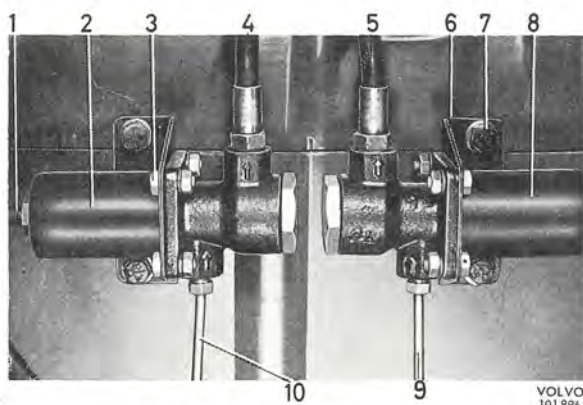
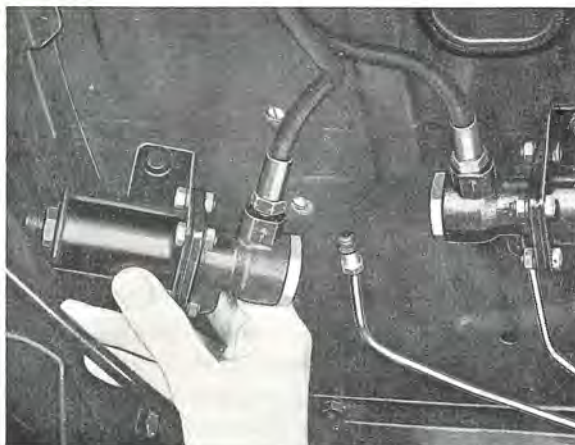

Bild 62. Browsersventiler monterade
Bild 63. Demontering av browsersventil
Skruva loss och täta bromsrörets anslutning (10, bild 62). Lossa bromsslangen (4) högst $\frac{1}{4}$ varv vid ventilen. Demontera fästskruvorna och skruva loss ventilen från bromsslangen, se bild 63.
Skruva browsersventilen på browserslangen, jämför bild 63. Sätt ventilen på plats och kontrollera att det inte är någon förspänning i slangen. Montera fästskruvorna och anslut bromsröret. Dra anslutningarna. Lufta bromssystemet.
Justerskruven (1, bild 62) är inte avsedd för justering i vanlig mening utan för att utjämna variationer i tillverkningen. Den vid första hopsättningen gjorda och noggrant kontrollerade inställningen räcker i regel under ventilens hela livslängd. **Justerskruven skall därför normalt icke rubbas.**